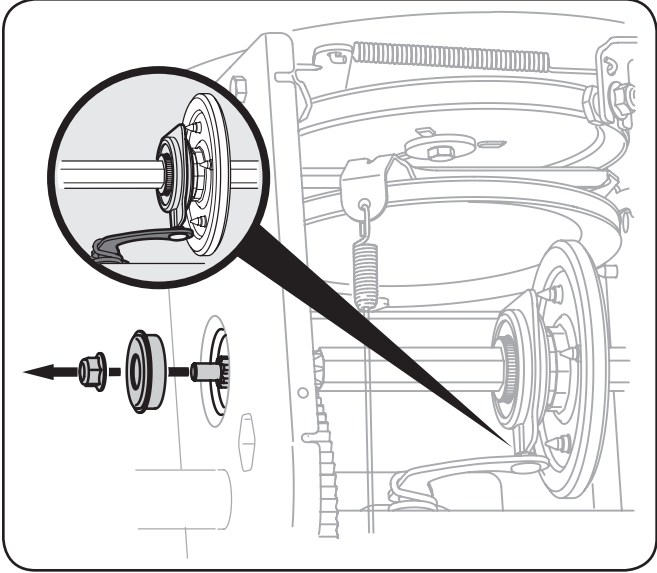

Figure 7-10
5. Retirez doucement l'écrou à six pans et la rondelle qui maintiennent l'arbre hexagonal sur le châssis de la souffluse et frappez doucement sur l'extrémité de l'arbre pour dégager le roulement à billes du côté droit du châssis. Voir la Fig. 7-10.
- REMARQUE :** Assurez-vous que la goupille du levier de vitesses est bien placée dans le boîtier du roulement. Voir l'encadré de la Figure 7-10.
REMARQUE : Assurez-vous que la goupille du levier de vitesses est bien placée dans le boîtier du roulement. Voir l'encadré de la Figure 7-10.